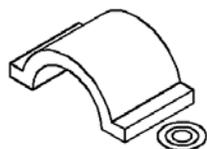

图 12.2.9 移动等轴测圆
(2) 移动等轴测圆。选择下拉菜单 **修改(M)** → **移动(M)** 命令，选取步骤 (1) 中绘制的等轴测圆为平移对象，按 Enter 键；指定椭圆圆心为基点；结合正交命令，将光标向右下方拖动，在命令行中输入平移距离值 20，按 Enter 键结束命令，结果如图 12.2.9 所示。